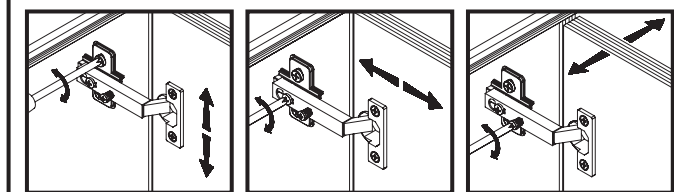

Рис. 3
5.24 Положить двери **6** и **18** фасадной поверхностью вниз на ровную поверхность. Закрепить на дверях петли шарнирные **a2**, пользуясь крестообразной отверткой (**см.рис.3**).
5.25 Навесить двери на корпус тумбы, совместив петли шарнирные **a2** с направляющими петель **b1** (**см.рис.3**). При необходимости отрегулировать положение дверей вращая регулировочные винты, как показано на **рисунке 3**.
5.16 В отверстия диаметром **8 мм** на передних кромках стенок боковых **8** и **9** корпусов выдвижных ящиков вбить деревянные шканты **f1** (см.рис.3).
5.17 В отверстия диаметром **15 мм** на внутренних поверхностях стенок боковых **8** и **9** корпусов выдвижных ящиков вставить стяжки эксцентрикковые **r1** (см.рис.3).
5.18 В отверстия диаметром **5 мм** на внутренних поверхностях панелей передних **10** ящиков выдвижных с помощью крестообразной отвертки вкрутить винты стяжки **r16** (см.рис.3).
5.20 Соединить панели передние **10** с корпусами ящиков выдвижных и затянуть стяжки эксцентрикковые **r1**, пользуясь специальным ключом **z1**. Закрепить стяжки эксцентрикковые заглушками **s2** (см.рис.3).